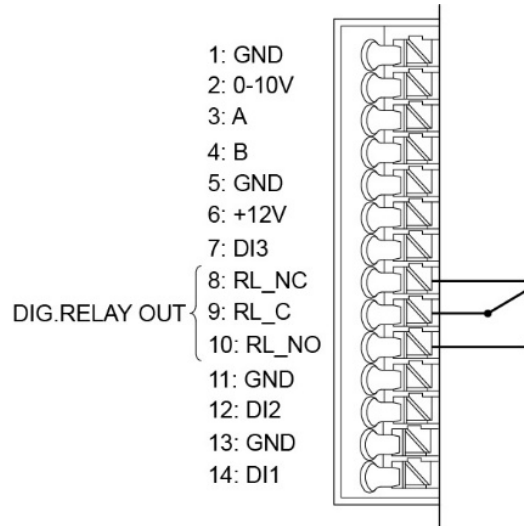

Abbildung 106: Verbindung Alarmrelais
24. OJ-DRHX ist mit einem digitalen Relaisausgang ausgestattet, der z. B. für Alarmsignale verwendet werden kann (siehe Abb. 106). Der Relaisausgang ist ein potentialfreies Relais mit Umschalter. Die werkseitig konfigurierte Funktion ist ein Alarmrelais. Max. Last ist 2 A/30 V~/24 V~.
25. Schließen Sie die vordere Abdeckung des Rotorreinigerantriebs. Vergewissern Sie sich, dass die Verriegelungsclips (Abbildung 106/1) hörbar einrasten.